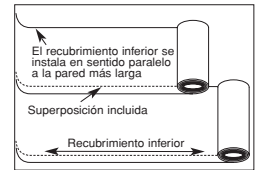

Figura 10
- El contrapiso del piso flotante está equipado con una cinta de doble faz para facilitar el entizado de las juntas precortadas traslapadas (Figura 10). Si se usa un contrapiso sin adhesivo, coloque la cinta que se incluye en todas las juntas.